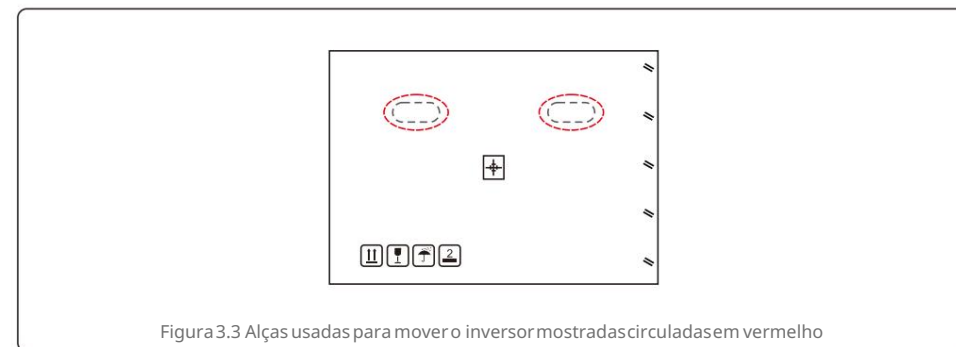

Figura 3.3 Alças usadas para mover o inversor mostradas circuladas em vermelho
1. Os círculos vermelhos abaixo indicam recortes na embalagem do produto. Empurre os recortes para formar alças para mover o inversor (consulte a Figura 3.3).